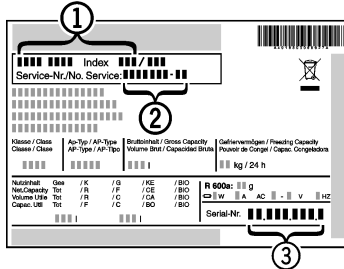

Fig. 6
- ▶ Gerätebezeichnung Fig. 6 (1), Service-Nr. Fig. 6 (2) und SN Fig. 6 (3) vom Typenschild ablesen. Das Typenschild befindet sich an der linken Geräteinnenseite.
- ▶ Den Kundendienst benachrichtigen und den Fehler, Gerätebezeichnung Fig. 6 (1), Service-Nr. Fig. 6 (2) und SN Fig. 6 (3) mitteilen.